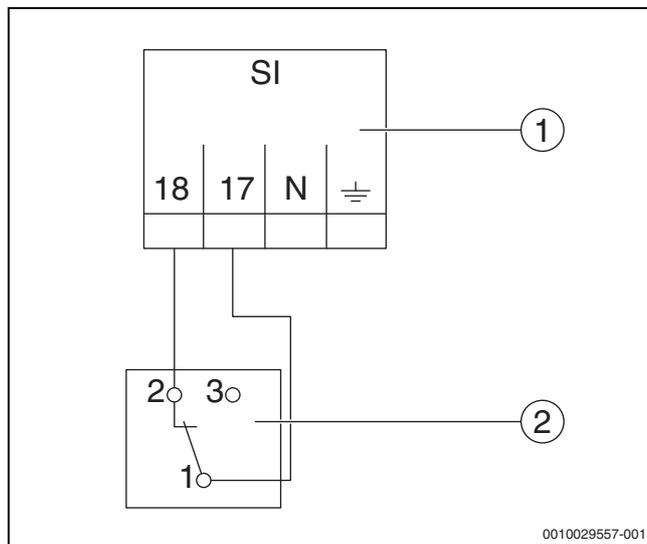

Fig. 6 Raccorder le dispositif de sécurité externe
- ▶ Raccorder les fils selon la figure 6 et le schéma de connexion.